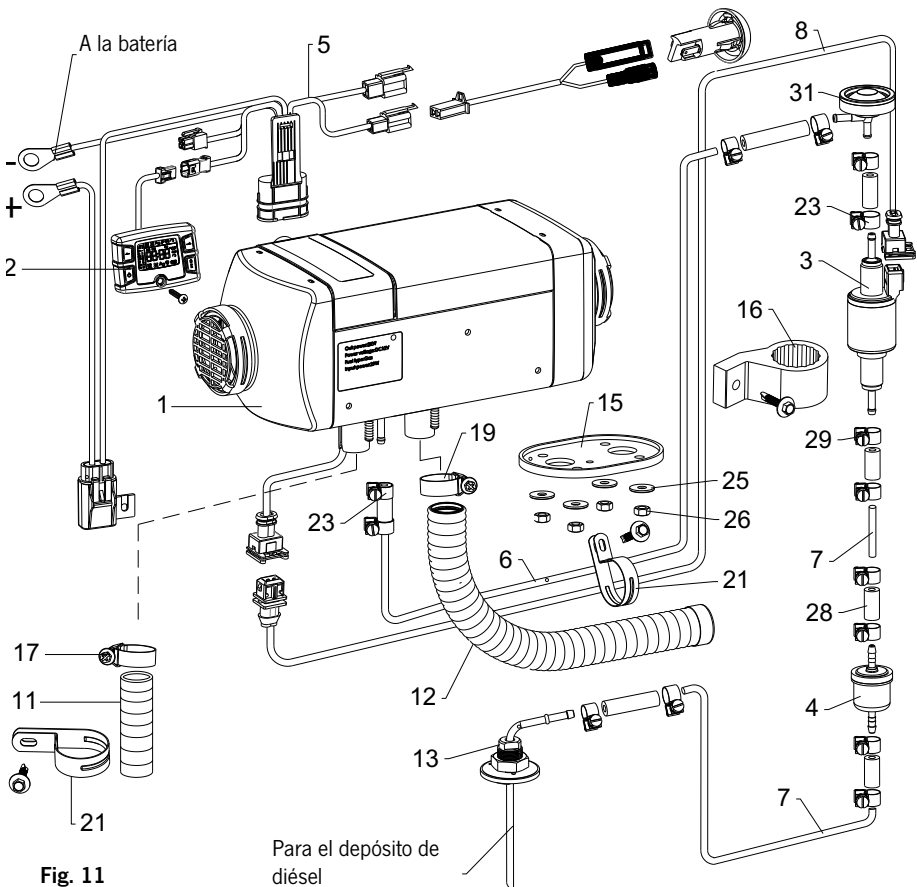

Fig. 11
26. VanHeat 2.0-DH | Información del producto | Lista de piezas de repuesto (véase la fig. 11)